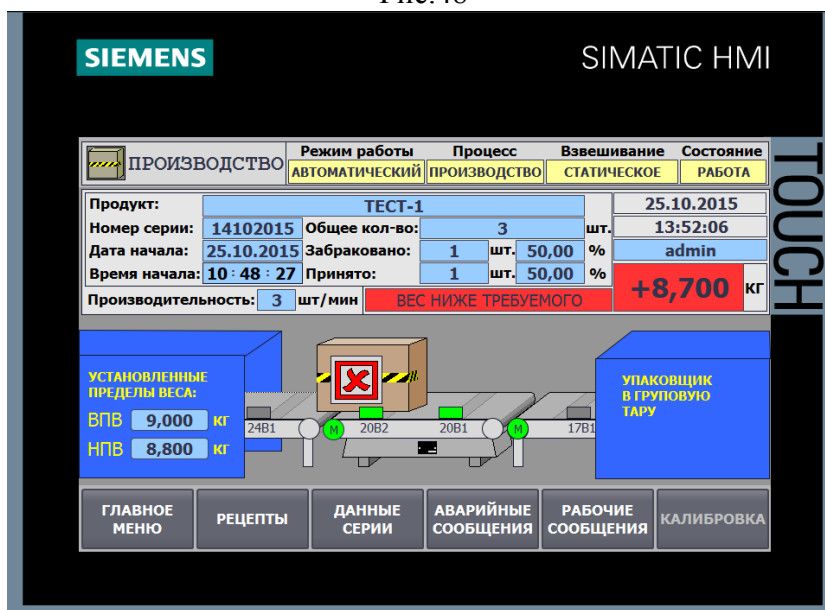

Рис.49
- «ВЕС НИЖЕ ТРЕБУЕМОГО» - если «НПВ > РЕЗУЛЬТАТ < ВПВ» (рис.49).